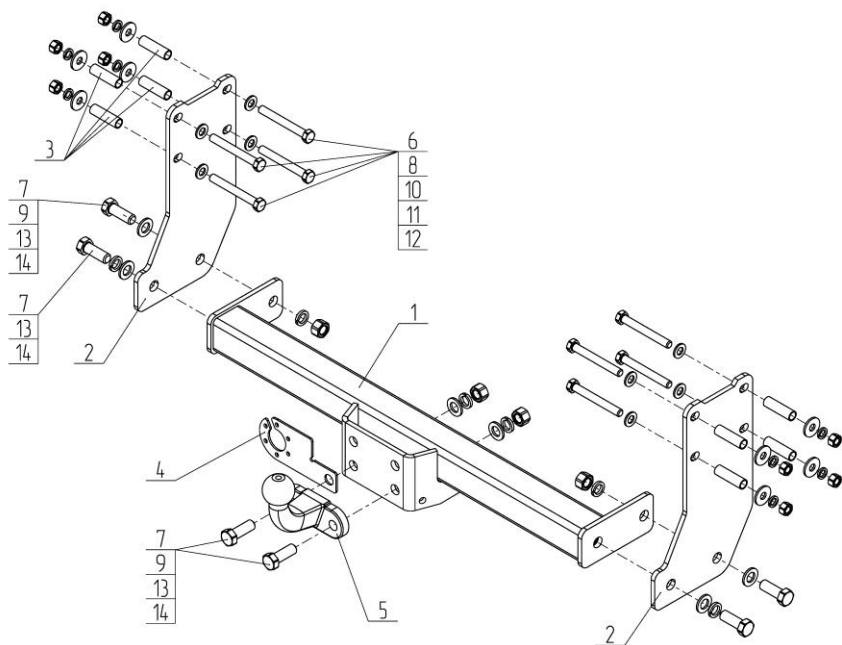

Рис.1.
- Установить боковые кронштейны (поз.2) с помощью крепежных элементов, показанных на Рис.1 и дистанционных втулок (поз.3);